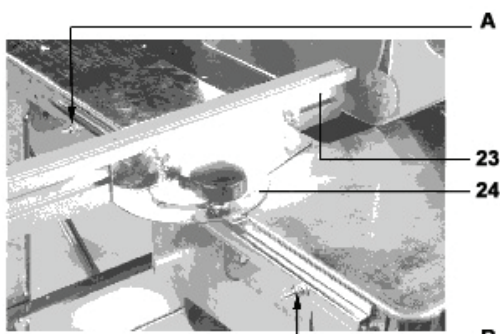

Fig. 18
- Introduceți componentul montat în canelura de ghidare fixându-l cu două șuruburi cu cap boltit M6x30 cu tijă pătrată, cu două șaibe M6 și două piulițe de șurub M6 în pozițiile A și B. Înșurubați prin alternare șuruburile până la fixarea componentul 24. După care degajați piulițele pentru ca componentul 24 să se poată mișca liber în canelura de ghidaj (v. fig. 18).